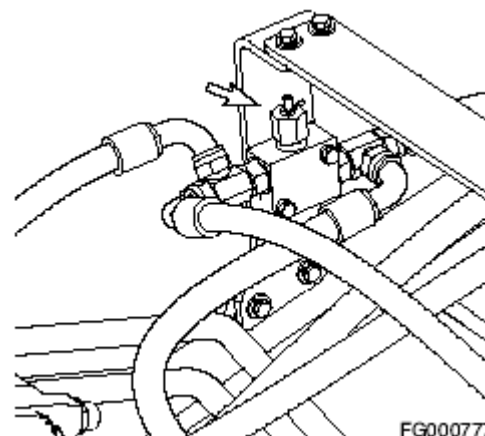

Рисунок 84
1. Поверните ручку (3, рисунок 84) по часовой стрелке в направлении, указанном стрелкой на рисунке. Педаль работает в соответствии с символом, отображаемым при вращении ручки.